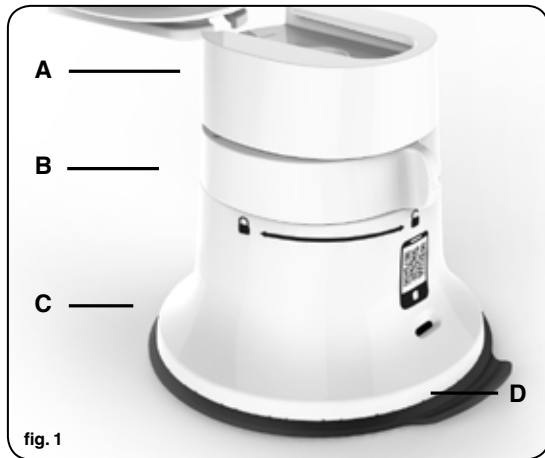

fig. 1
Sådan laves hjemmelavede pølser (s. 59 – fig. 1 & 3):
1. Kontrollera att ringen på sugfoten är olåst läge  (fig. 1).
2. Placera sugfoten (C) på en ren och stabil arbetsbänk. Skjut in överdelen i spåret på sugfoten (A) (fig. 1).